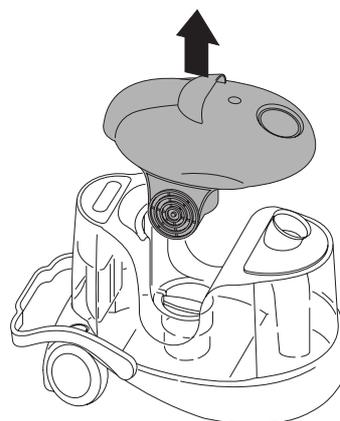

fig. 2
- Extraiga la tapa motor C (fig. 2).